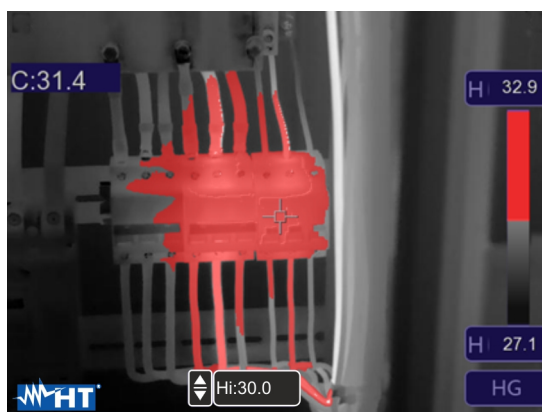

Fig. 41: Sélection isotherme Alarme au-dessus de la température
5. Touchez le champ « Hi » en bas de l'écran et utilisez les touches fléchées ▲ ou ▼ pour définir la valeur seuil de température **maximale** au-dessus de laquelle l'instrument affiche les points de l'image en rouge et les points restants en gris (voir Fig. 41)